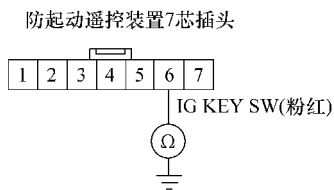

图 10-14 测试 6 号端子
- 11) 如图 10-14 所示，检查防起动遥控装置 7 芯插头 6 号端子与车身搭铁之间的导通性。是否导通？